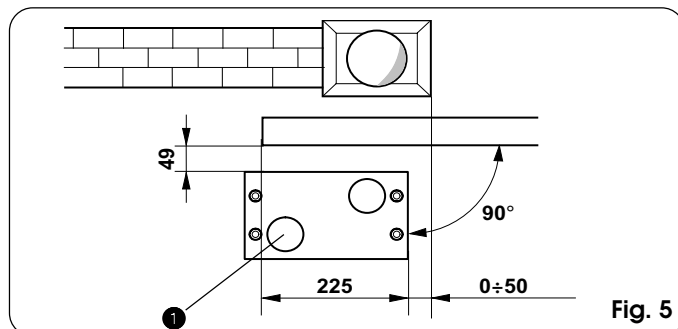
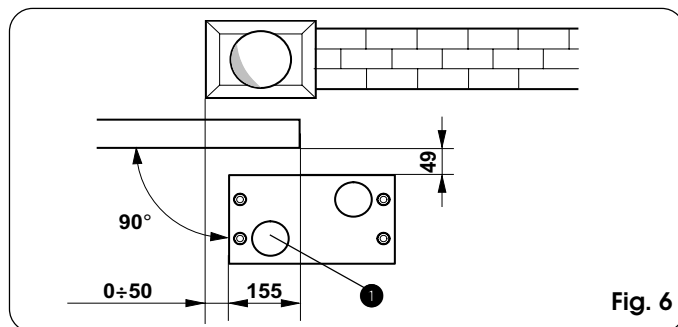

Fig. 5
Fig. 6
- 2) La placa de cimentación debe estar posicionada como se indica en la Fig.5 (cierre derecho) o Fig.6 (cierre izquierdo) para garantizar el correcto engranaje entre el piñón y la cremallera.